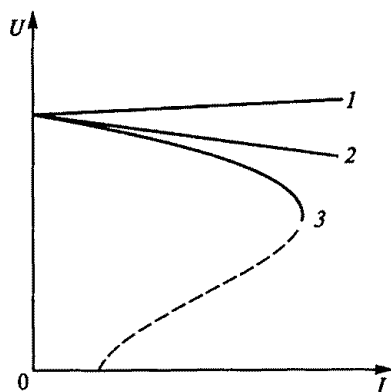

Рис. 240
10.23. Какая из трех приведенных на рис. 240 характеристик является внешней характеристикой генератора постоянного тока с параллельным возбуждением?
10.24. Внешняя характеристика генератора постоянного тока с независимым возбуждением представлена кривой 2 на рис. 240. Ка-